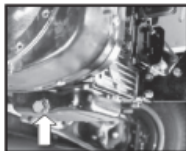

Fig. 21
- Retire el tapón de drenaje del cárter y drene el aceite (Consulte la Fig. 21). Incline el Vehículo hacia el lado izquierdo con la ayuda de un gato o un soporte de seguridad.